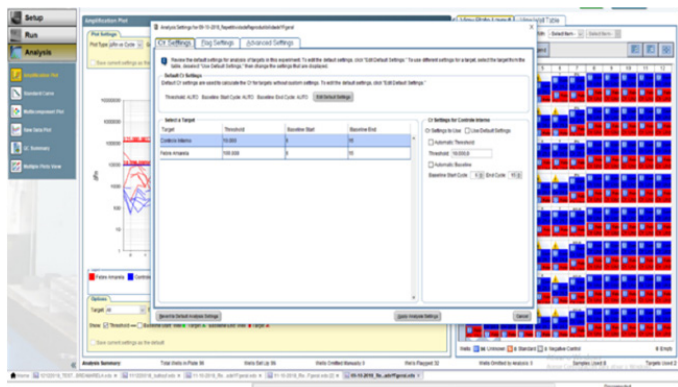

Figura 08: Seção Analysis para configuração dos parâmetros de análise.
- Uma janela de configurações de análise abrirá, conforme Figura 08. Nessa janela, na aba Ct settings, desafixar os itens Use Default Settings, Automatic Threshold e Automatic Baseline para cada alvo e inserir os valores representados na Tabela 04;